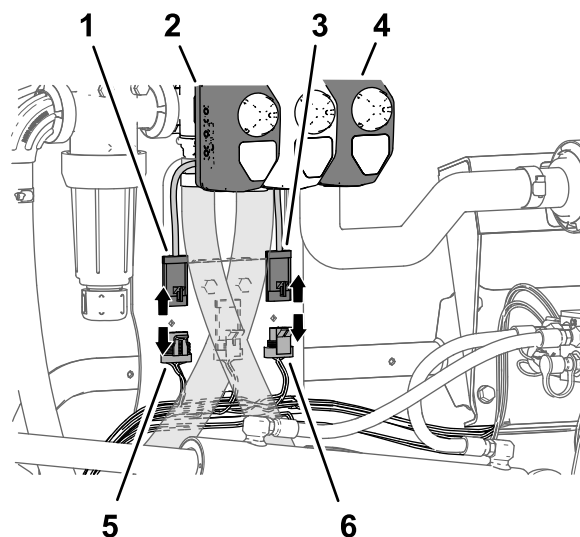

Figura 32
2. Scollegate il connettore a 4 prese del cablaggio preassemblato della macchina indicato come VALVOLA DI FREQUENZA dal connettore a 4 pin dell'attuatore della valvola di frequenza (Figura 32).
3. Scollegate il connettore a 3 prese del cablaggio preassemblato della macchina indicato come VALVOLA DI IRRORAZIONE PRINCIPALE dal connettore a 3 pin dell'attuatore della valvola di irrorazione principale (Figura 32).